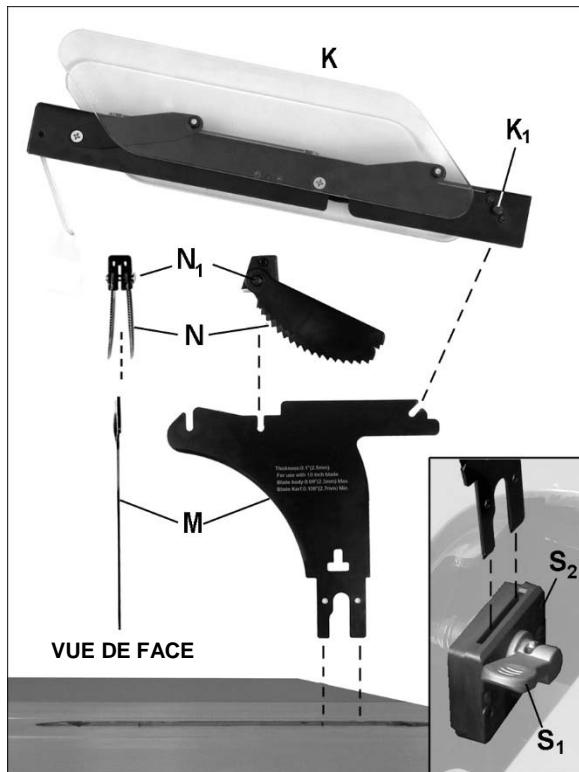

Figure 6-10 : Installer l'ensemble de protection
Voir la Figure 6-10.
2. Positionnez l'ensemble de linguets antirecul (N, Figure 6-10) de façon à ce que le côté incliné du bloc à linguets soit orienté vers l'avant de la scie, comme cela est illustré.
3. Baissez l'ensemble à linguets sur l'encoche centrale du couteau séparateur, avec les cliquets à cheval sur la lame. Enfoncez et maintenez enfoncé le bouton du bloc à linguets (N₁, Figure 6-10), et enfoncez le bloc à linguets jusqu'à ce qu'il s'enclenche fermement dans l'encoche.